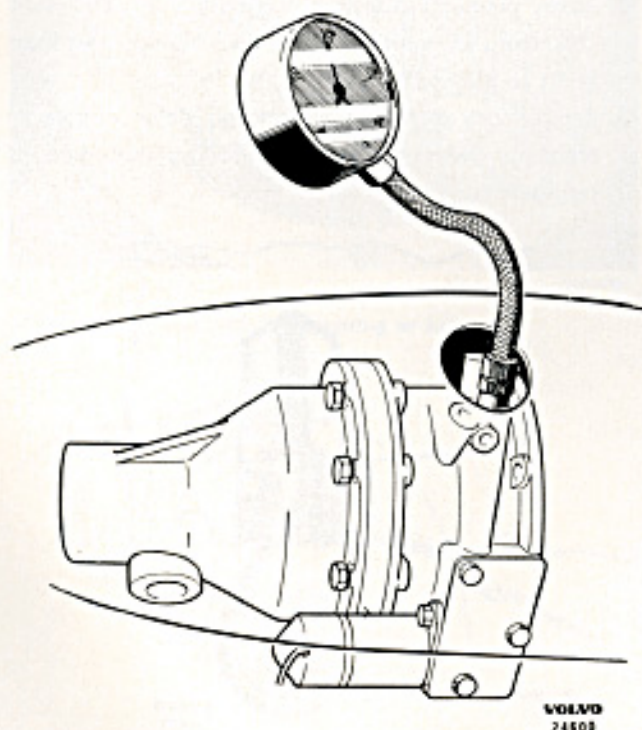

Bild 3-37. Kontroll av oljetryck med manometer SVO 2415
2. Tag bort proppen över manöverventilen och anslut oljemanometer SVO 2415, se bild 3-37. OBS! Fjädern (47, plansch III-B), tappen (50) och kulan (51) skall vara kvar i sitt läge.